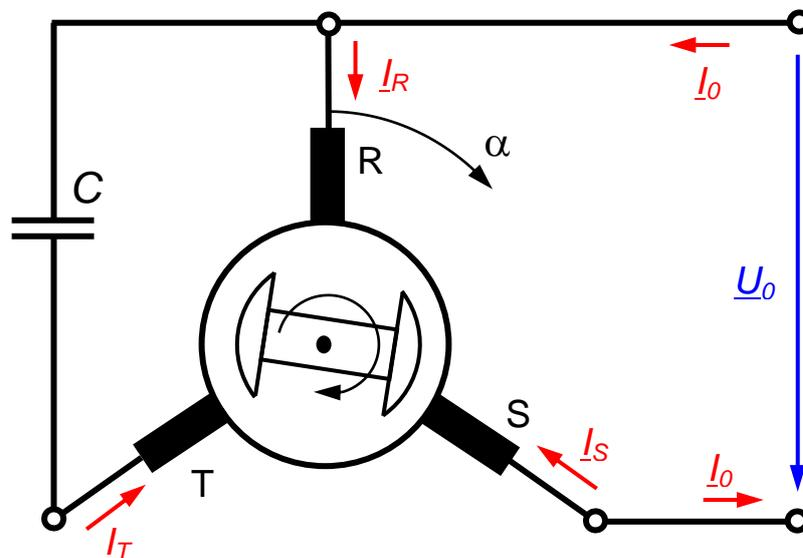

Bild 11.2: Steinmetz-Schaltung
Analysieren Sie nun die Steinmetz-Schaltung (**Bild 11.2**). Sie wurde von dem amerikanischen Elektrotechniker Charles Steinmetz (1865 – 1923) entwickelt, um Asynchronmotoren geringer Leistung (bis ca. 2 kW) an 1-phasigen Wechselstromnetzen betreiben zu können. Die Steinmetz-Schaltung spielt noch heute z. B. bei Antrieben für Waschmaschinen eine große Rolle.
- d. Zeichnen Sie ein Ersatzschaltbild der Anordnung gemäß **Bild 11.2**, indem Sie für die Wicklungen deren Eigeninduktivität L ansetzen.